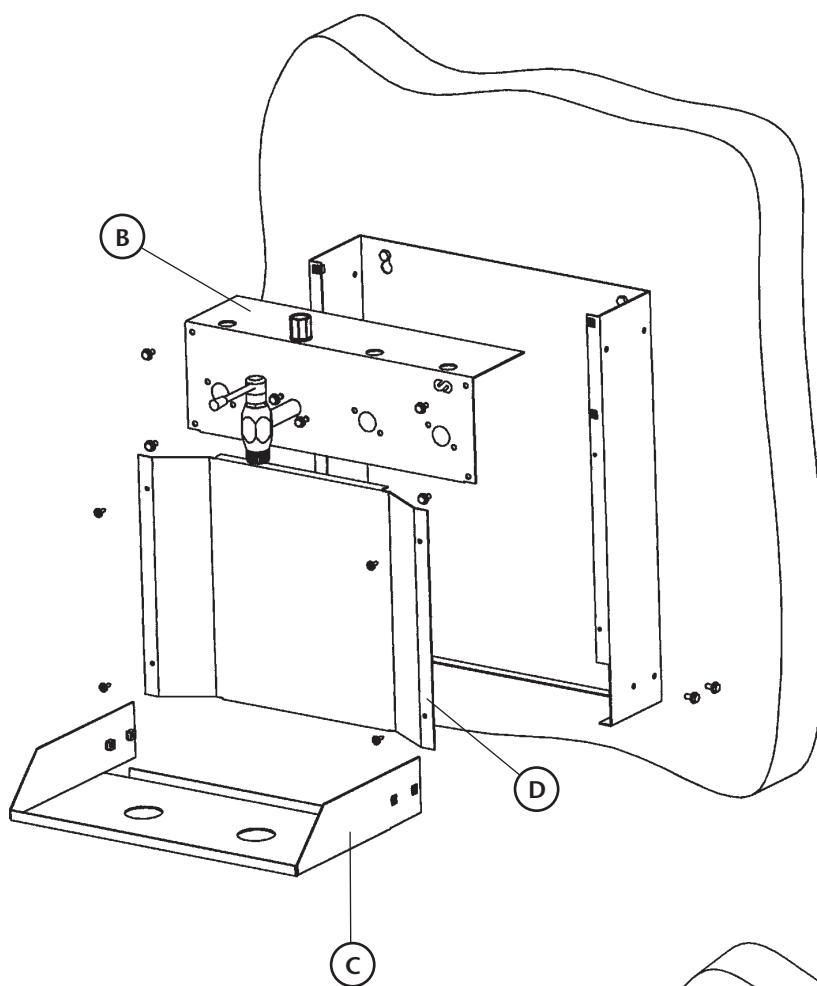

Fig. 3
2. Use the M6 screws supplied to assemble front part (B) followed by the collecting tray (C). Finally place the front cover (D) by using the lag screws. (See figure 3).
2. Mit den mitgelieferten M 6 - Schrauben wird die Frontpartie (Seite 3, Bild 3, B), danach das Abtropfgestell (Seite 3, Bild 3, C) befestigt und zuletzt die Frontabdeckung, mit den Stahlgewindeschrauben (Seite 3, Bild 3, D), montiert.
2. Monte el resto del equipo comenzando por el frontal (B), la cubeta (C), utilizando para ello los tornillos de M6 suministrados, y el cierre frontal (D), utilizando los tornillos de rosca chapa (Fig. 3).
- 2 Monter le reste de l'équipement en commençant par la partie frontale (B) ainsi que l'égouttoir (C) à l'aide de vis M6 (fournies) et le double fond frontal (D) à l'aide de vis filetage acier (voir figure 3).